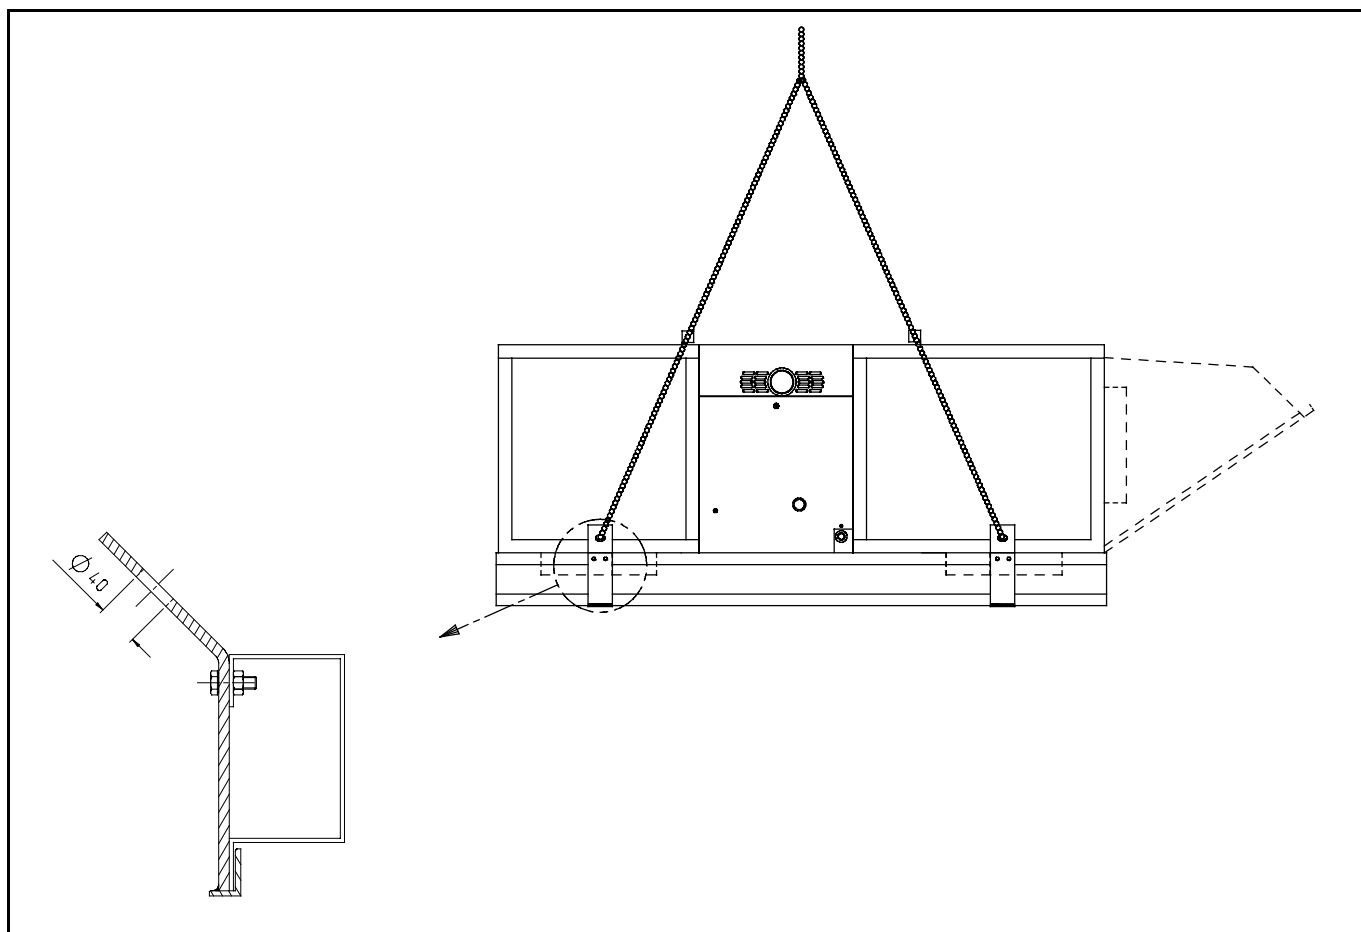

Fig. 13 ZWAARTEPUNT VAN DE TOESTELLEN EUROPAK 2000-10 EN -20
12. Het zwaartepunt van het toestel is afhankelijk van de uitvoering. In het algemeen is de warmtesektie het zwaarste deel, daarna de ventilatorsektie en het minst zwaar is de uitblaassectie. De zwaartepunten zijn weergegeven in fig. 13 en 14 en de bijbehorende tabel. Bij transport en behandeling van het toestel dient hiermee rekening te worden gehouden.
TABEL ZWAARTEPUNT VAN DE TOESTELLEN (fig. 13 en 14)